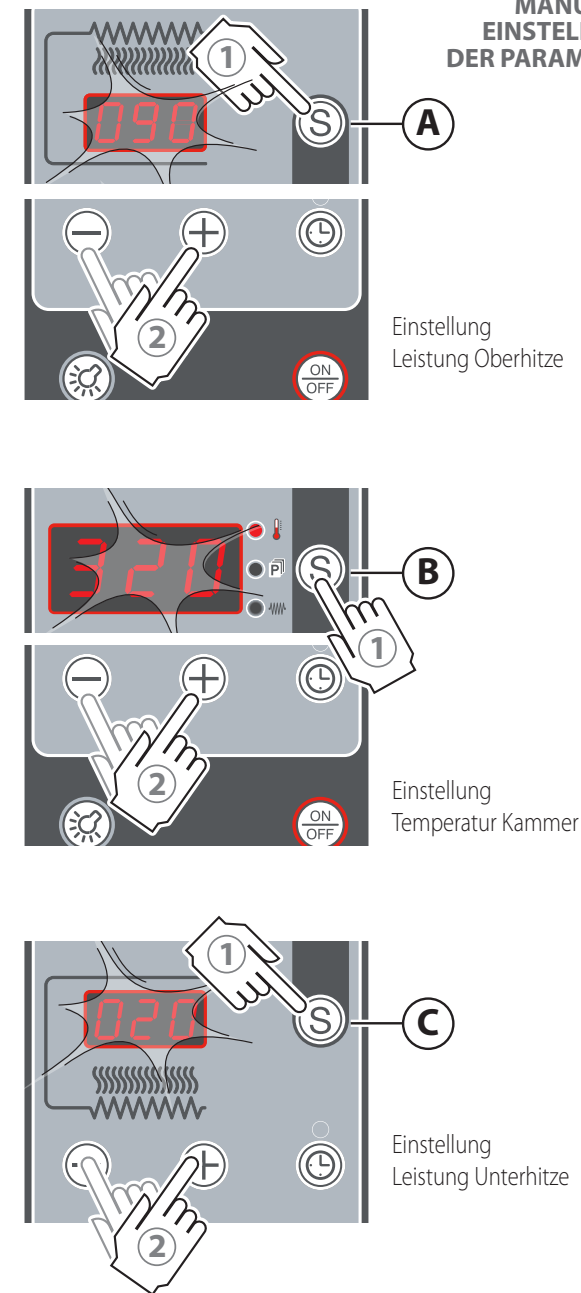

Abb.17.
► Kap. „**Manuelle Einstellung der Parameter**“ auf Seite **15** und ► konsultieren **Abb.17.**
► Abb.17.